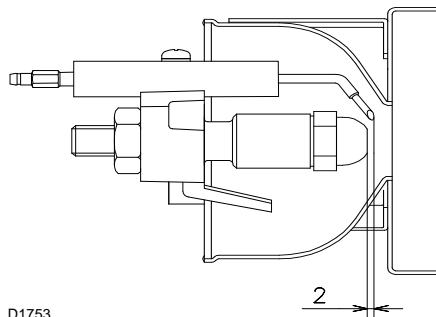

Fig. 13
- Controlar que los electrodos de encendido estén ubicados como en la Fig. 13.